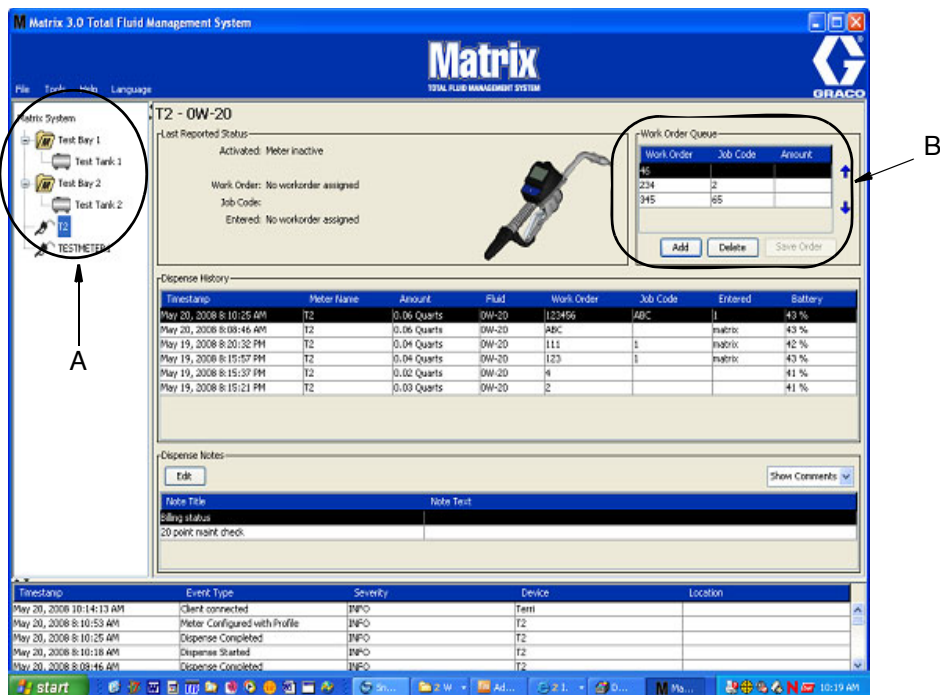

Рис. 181
1. В поле групп, определенных системным администратором, основного экрана системы Matrix (A), выберите требуемый расходомер, которому назначается рабочее задание (Рис. 181).